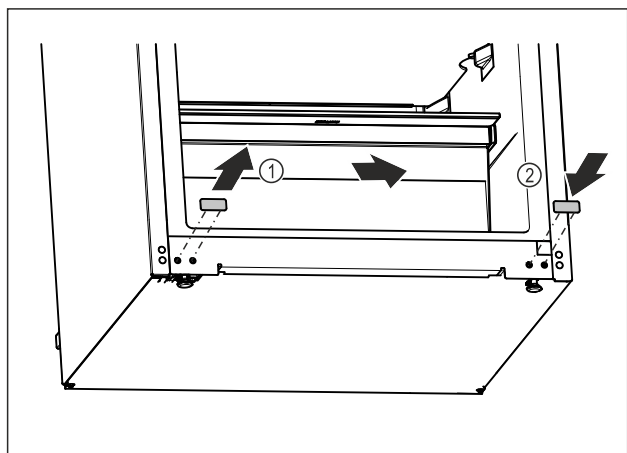

Fig. 21
- Izvucite pokrovni čep. Fig. 21 (1)
- Umetnite pokrovni čep na suprotnu stranu. Fig. 21 (2)